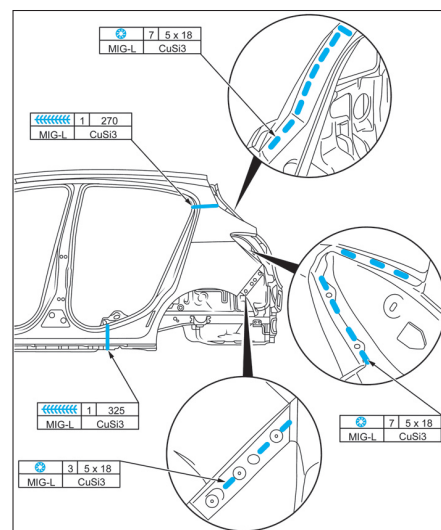
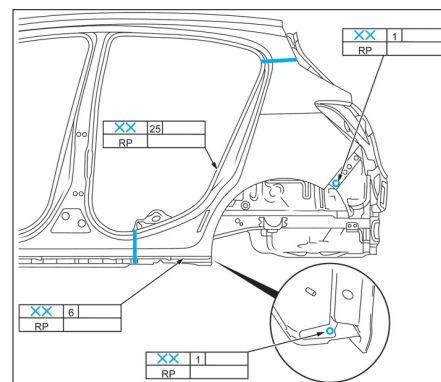

FIG. 48
FIG. 49
- Souder l'aile arrière (Fig.48) et (Fig.49).